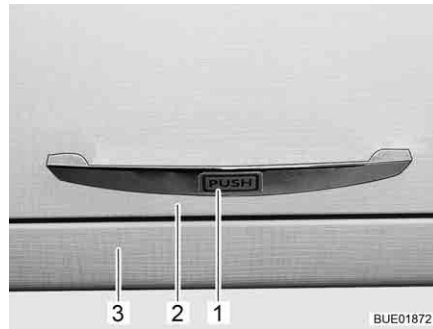

Fig. 43 Sportello del mobile con cricchetto
- Aprire lo sportello del mobile (Fig. 43,2) spingendolo con la maniglia (Fig. 43,1) contro il corpo del mobile (Fig. 43,3). Lo sportello del mobile è sbloccato.